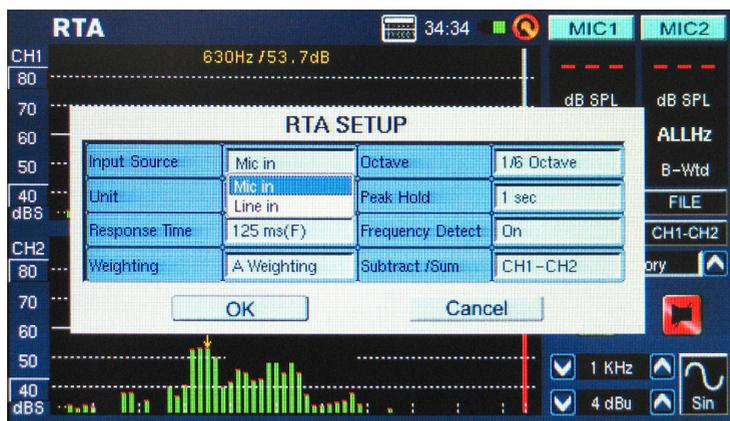

figura 18
1. Ingrese al menú SET en la pantalla de RTA y cambie la fuente de entrada a "Mic" (figura 18).